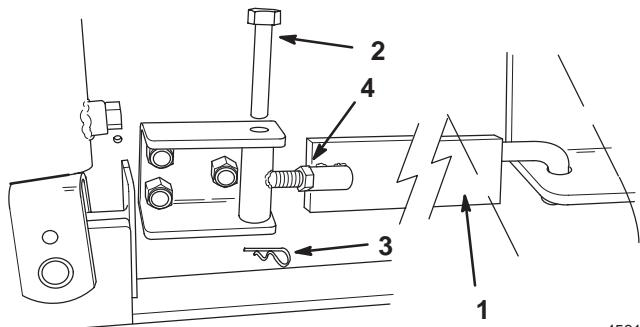

Figura 17
- 19.** In sede di montaggio di un retroescavatore su un trattore Dingo 200/300 Series, montate le barre laterali su ciascun lato, come riportato nella Figura 17. Al termine del montaggio si devono vedere gli adesivi applicati su ogni barra laterale.